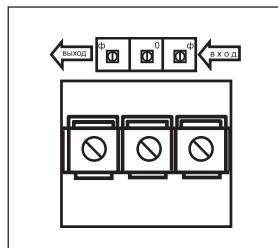

Рис. 6. Клеммник
**Клеммник для стационарного подключения на-грузки (рис.6).** Подсоединение к клеммнику необ-ходимо производить только при отключенном напряжении. Строгое соответствие с надписями на нем «Вход», «Выход», «Ф», «0».